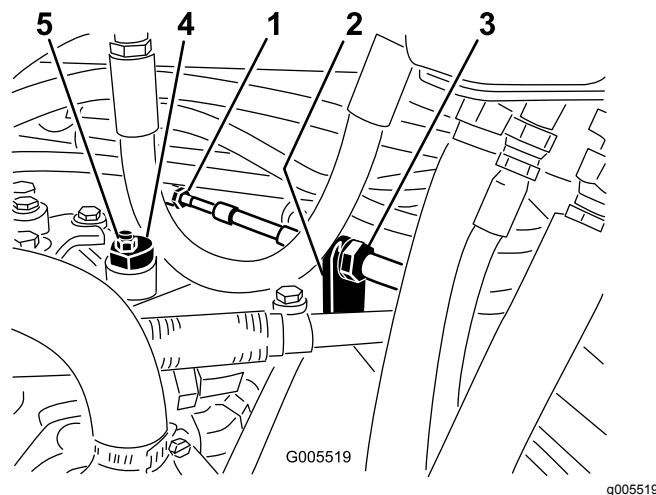

Figura 52
- A. Liberte as porcas de segurança que fixam o cabo de tração ao anteparo do hidróstato (Figura 52). Certifique-se de que as porcas se encontram soltas de forma idêntica, de modo a permitir a operação de ajuste.
Nota: Liberte a porca que fixa o disco excêntrico ao cima do hidróstato (Figura 52).
- C. Rode o disco excêntrico até eliminar a deslocação em qualquer um dos sentidos. Quando a roda deixar de rodar, aperte a porca, bloqueando deste modo o disco excêntrico e fixando a posição de ajuste (Figura 52). Verifique se o ajuste é o adequado colocando o regulador nas posições Lento e Rápido.
- D. Aperte as porcas que se encontram em cada um dos lados do anteparo, fixando deste modo o cabo de tração ao anteparo (Figura 52) Não rode o cabo.